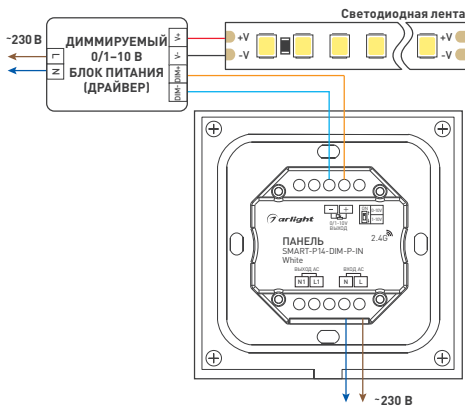

Рис. 1. Схема подключения панели SMART-P14-DIM-P-IN White без использования выхода AC OUT (режим 0-10 В)
- 3.2. Подключите контроллер согласно схеме на рис. 1 или 2.